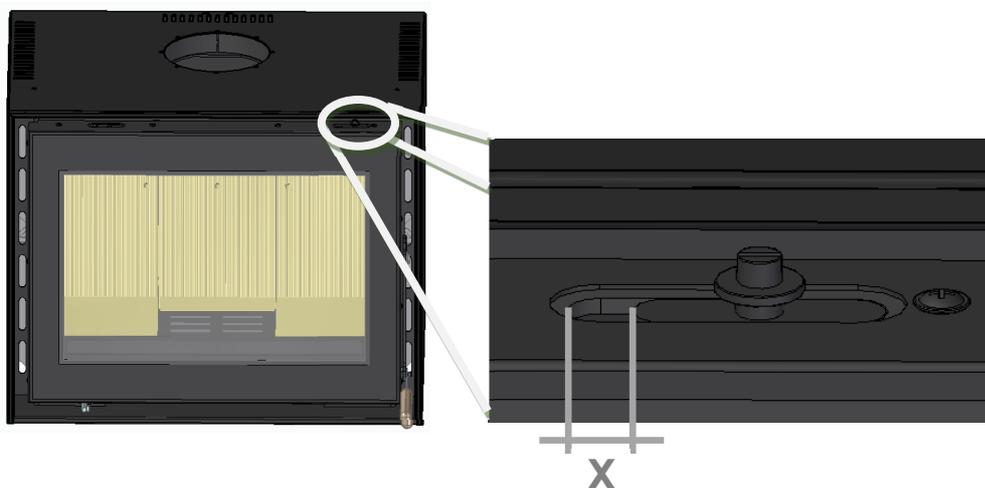

Figura 12 – Registo porta de vidro
5. O período de acendimento termina quando a estrutura do equipamento tiver atingido uma temperatura estacionária. Deve então fechar a porta e regular a entrada de ar de combustão para que a queima seja lenta (sem ar primário), tal como demonstra a Figura 12.